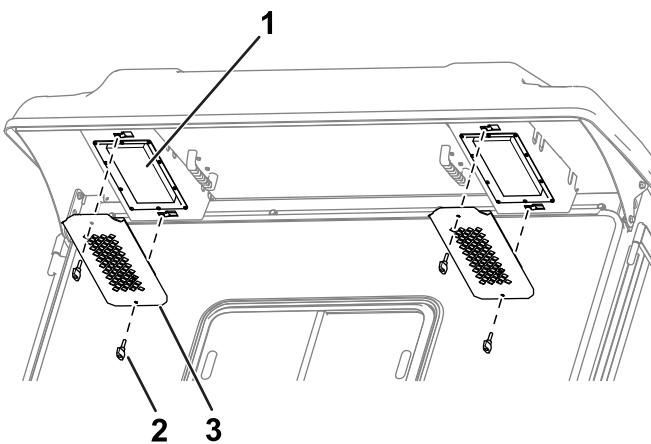

Figure 116
1. Enlevez les boutons et les grilles de l'avancée arrière de la cabine (Figure 116).
4. Utilisez les boutons et les grilles pour reposer les filtres dans la cabine (Figure 116).